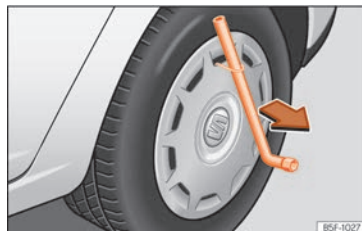

Fig. 40 Retirar el embellecedor integral.
- Introduzca la llave de rueda a través del gancho, apóyela en el neumático y retire el embellecedor »» fig. 40. »